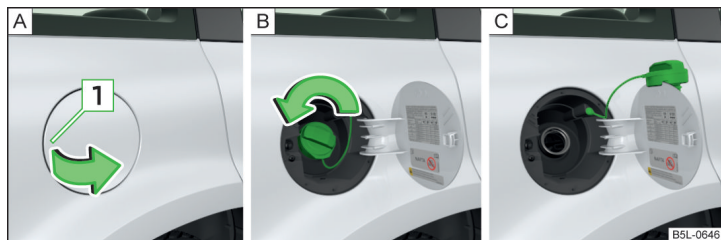

Fig. 148 Tapón de cierre del depósito
En el lado interior de la tapa del depósito de combustible se indican los tipos de combustible prescritos para su vehículo » fig. 148 de la página 180 - [B].
- Levantar la tapa en el sentido de la flecha » fig. 148 - [A].
- Desenrosque el tapón del depósito en el sentido de la flecha » fig. 148 - [B].
- Coloque el tapón del depósito por encima de la tapa » fig. 148 - [C].
- Introduzca el tapón de cierre del depósito en el tubo de alimentación de combustible y gírelo en sentido contrario al de las agujas del reloj hasta que quede encastrada con seguridad » fig. 148 - [B].
- Sujete el tapón del depósito y desbloquéelo con la llave en el sentido de la flecha » fig. 148 - [B].
- Enrosque el tapón del depósito en sentido contrario al de la flecha » fig. 148 - [B] hasta que se oiga que encaja.
- Sujete el tapón del depósito y bloquéelo con la llave en sentido contrario al de la flecha » **fig. 148** -  y saque la llave.